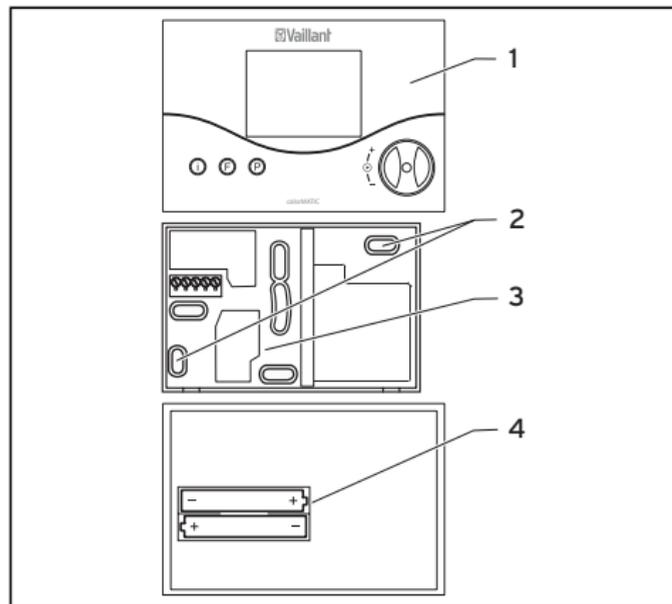

Fig. 9.2 Montaggio della centralina di regolazione della temperatura ambiente
- Staccare la centralina di regolazione della temperatura ambiente (1) dal supporto murale (3).
- Praticare due fori di fissaggio (2) con diametro di 6 mm (come illustrato alla fig. 9.2) ed inserire i tasselli in dotazione.
- Inserire le batterie in dotazione nel vano batterie (fig. 9.2, pos. 4) posto sul retro della centralina di regolazione della temperatura ambiente. Assicurarsi che la polarità delle batterie sia corretta.